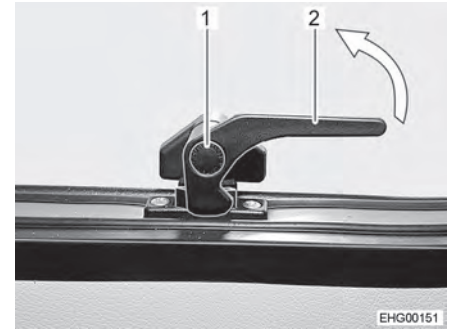

Bild 37 Låsarm, nedtill (i läget "stängd")
- Tryck på låsknappen (Bild 37,1) på låsarmen nedtill (Bild 37,2) och håll den nedtryckt.
- Sväng låsarmen nedtill (Bild 37,2) ett kvarts varv mot fönstrets mitt.